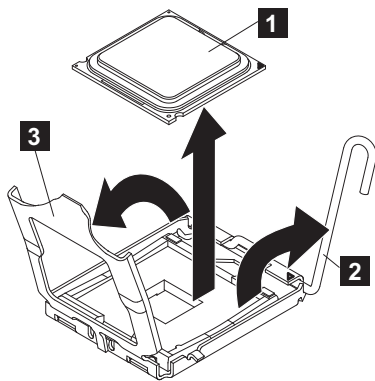

図 309. SAN ボリューム・コントローラー 2145-CG8 または 2145-CF8 のマイクロプロセッサ・ブラケット・フレームを開く
1. マイクロプロセッサを挿入するための準備としてソケットを開くには、マイクロプロセッサを取り外すときに行ったのと同様に、解放レバー (図 309 の **2**) を下げて外向きに押し、完全に開いた位置で停止するまで、マイクロプロセッサ解放レバーを持ち上げます。